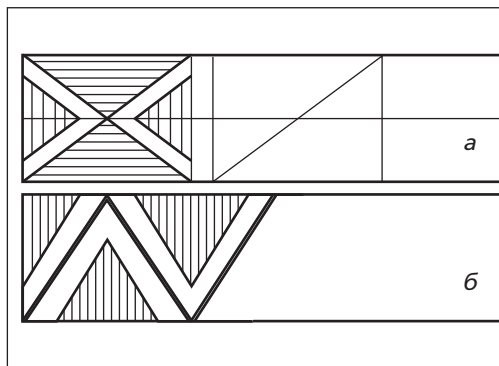

Рис. 23. Задание для самостоятельной работы
1. Используя чертёжные инструменты, перенесите в тетрадь заданную часть орнамента (*рис. 23, а, б*) и закончите его построение по заданному образцу.